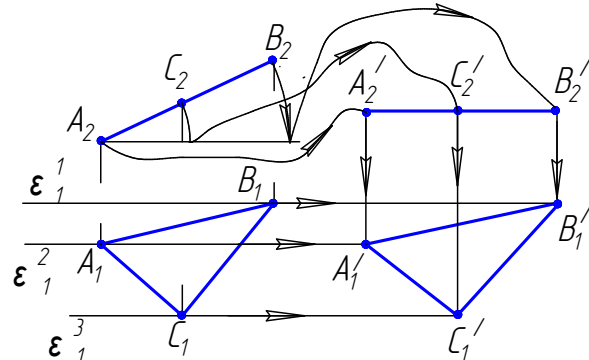

Рис. 28. Определение натуральной величины треугольника
**Пример 6.** Определить натуральную величину треугольника ABC (рис. 28). Фронтальную проекцию треугольника  $A_2B_2C_2$  одновременно поворачивают до положения плоскости уровня, т.е. располагают параллельно плоскости  $\Pi_1$ , и плоско параллельно переносят в новое положение -  $A_2^1B_2^1C_2^1$ . При этом горизонтальные проекции треугольника  $A_1B_1C_1$  перемещаются в плоскостях  $\varepsilon_1^1, \varepsilon_1^2$ , и  $\varepsilon_1^3$ , параллельных  $\Pi_1$  (параллельно оси  $Ox$ ). От фронтальных проекций  $A_2^1B_2^1C_2^1$  проводят линии связи перпендикулярно оси  $Ox$  до линий перемещения горизонтальных проекций точек треугольника  $A_1B_1C_1$ .